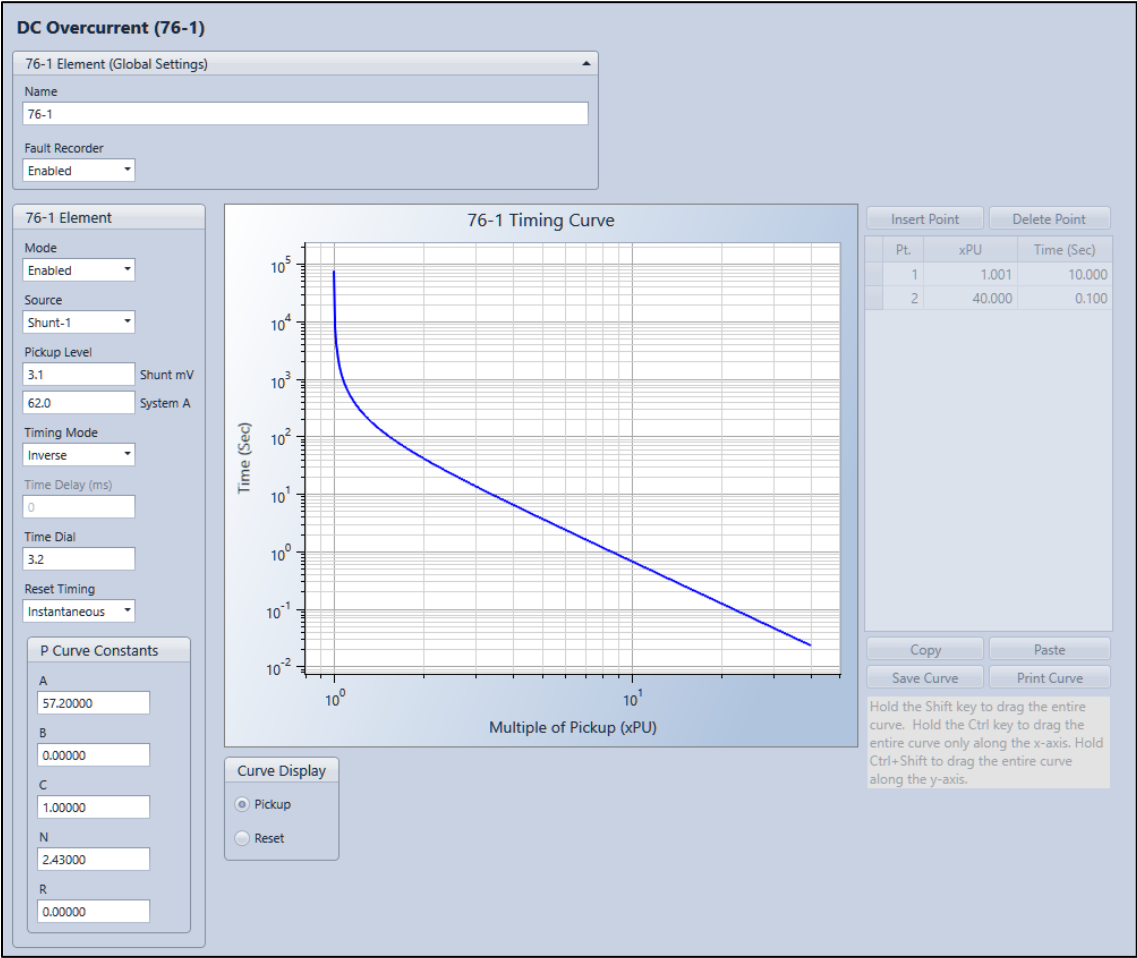

图 34-2.直流过电流设置界面
在BESTCOMS*Plus*的“直流过电流” (76) 设置界面（图34-2）上配置反时限过电流元件操作设置。